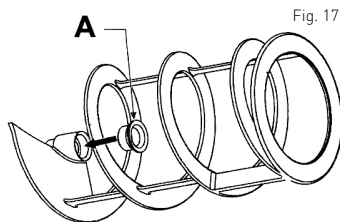

Fig. 17
- Contrôlez toujours l'état du joint d'étanchéité (A) – s'il est usé, remplacez-le (les joints sont fournis avec l'appareil).
- Remplacez l'écrou de la vis sans fin (A) au moins tous les 12 mois.
- Installez l'écrou de la vis sans fin (A) conformément aux instructions (Voir : Fig. 17).